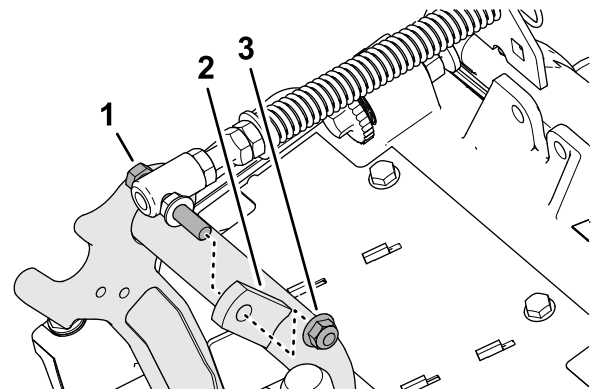

Bild 8
3. Entfernen Sie die Sicherungsbundmutter ($\frac{3}{8}$ "), mit der die Kopfschraube der Rasenkompensierungsfeder an der rechten Lasche des Trägerrahmens befestigt ist, und nehmen Sie die Kompensationsfeder vom Mähwerk ab (**Bild 8**).